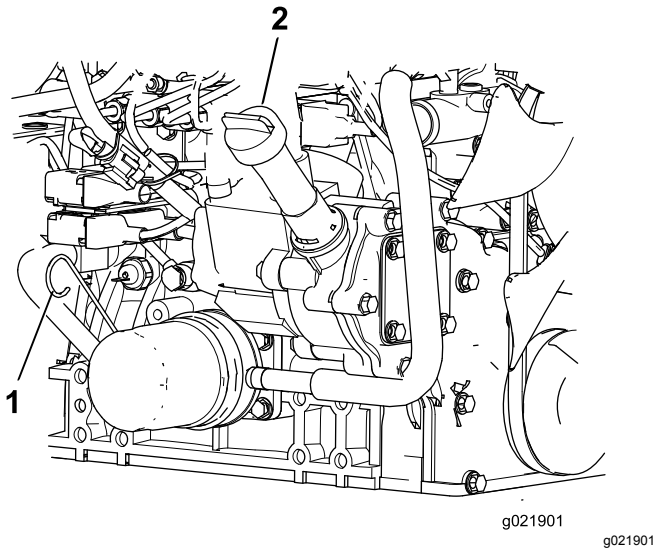

Figura 82
3. Retire la varilla, límpiela, vuelva a colocarla en el tubo y retírela de nuevo. El nivel de aceite debe estar entre las marcas LLENO y AÑADIR (Figura 82).
4. Si el nivel de aceite es bajo, retire el tapón de llenado y añada suficiente aceite para que llegue entre las marcas LLENO y AÑADIR (Figura 82).